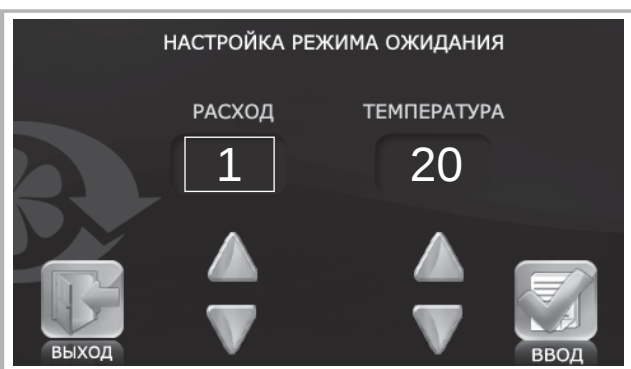

Рис. 24. Настройка режима ожидания
- Нажмите кнопку **ВВОД** (рис. 24).